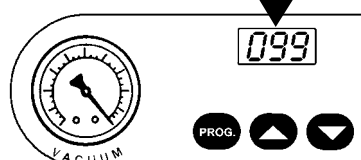

Fig. 3B
- Regular la función "VAC" en el panel de mandos dejándola en un valor 99 % (versiones digitales con sensor) (**Fig. 3B**)